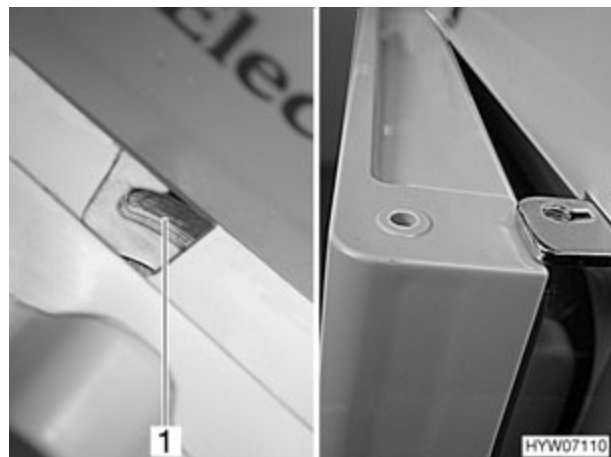

Fig. 163 Puerta del frigorífico/compartimento congelador en posición de ventilación (variante 5)
- Empujar el cierre completamente hacia la derecha. La puerta del frigorífico se fija con ayuda del bloqueo (Fig. 163,1). De este modo, la puerta del frigorífico quedará ligeramente abierta (Fig. 163).